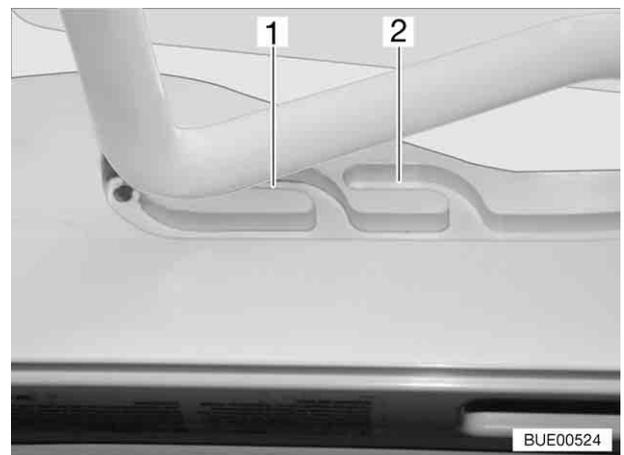

Bild 55 Hebe-Kippdach in Lüftungsstellung
- Bügel leicht nach oben drücken und in die gewählte Führung (Bild 55,1 oder 2) schieben.